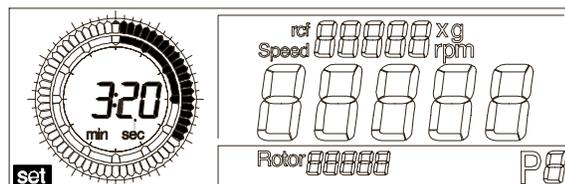

Abb. 5.9: Zeiteinstellung
- Drehen Sie den linken Drehknopf, bis im Anzeigenfeld "set" links unten im Display erscheint (siehe Abb. 5.9).